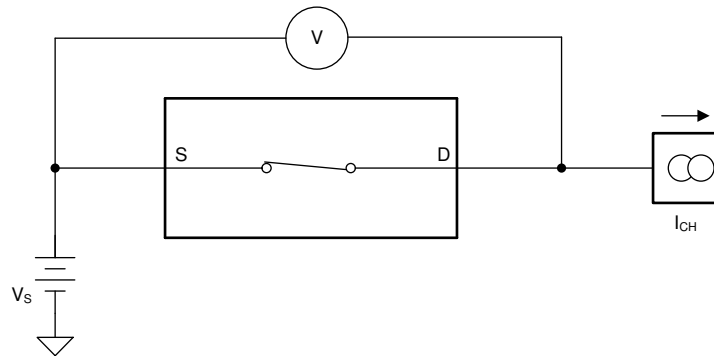

图 8-1. 导通电阻测量设置
TMUX6111, TMUX6112, and TMUX6113 的导通电阻是器件源极 (Sx) 和漏极 (Dx) 引脚之间的欧姆电阻。导通电阻随输入电压和电源电压的变化而变化。符号 R_{ON} 用于表示导通电阻。图 8-1 展示了用于测量 R_{ON} 的测量设置。电压 (V) 和电流 (I_{CH}) 通过此设置进行测量， R_{ON} 的计算方法如方程式 1 所示：